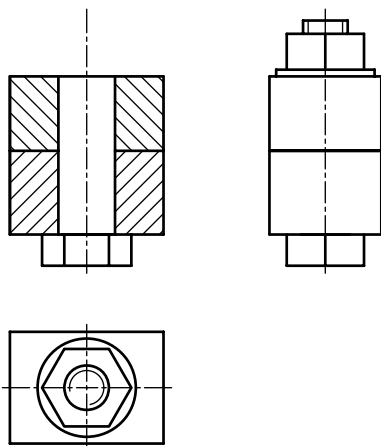

图 3-3
3. (本小题 7 分) 看懂图 3-3 所给视图, 利用简化画法完成螺栓连接的全剖主视图。